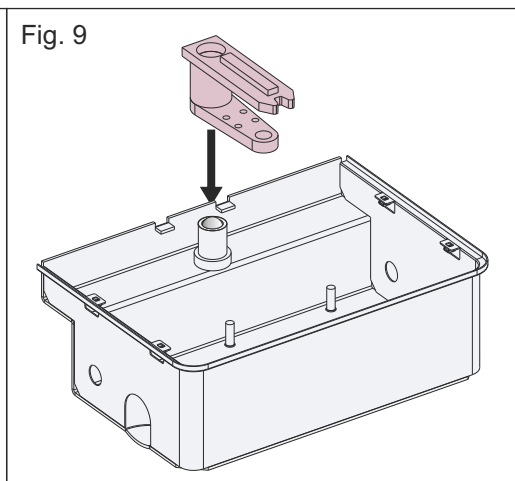

Fig. 9
**2.6.** Insertar la unidad de soporte varilla en el eje perforado de la caja de fundación (Fig.9)